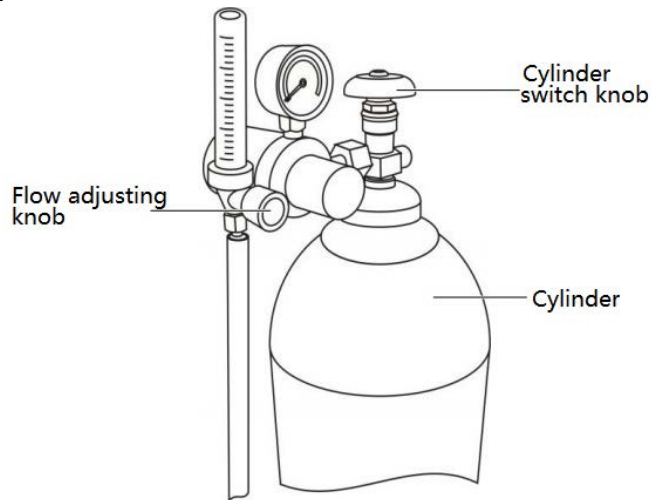

Fig.2-11 Posición del botón de ajuste del caudal
1. Encienda el mando del interruptor del cilindro (Ver Fig.2-11) .